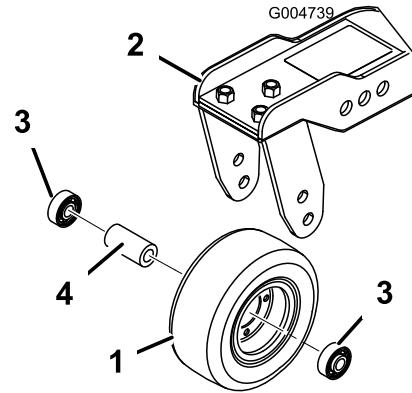
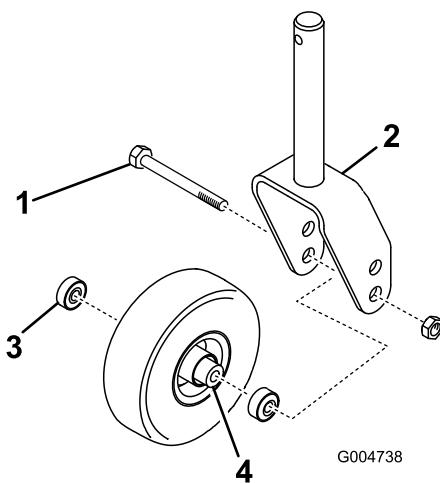

Figura 81
Figura 80
2. Togliete il cuscinetto dal mozzo della ruota e lasciate cadere il distanziale del cuscinetto (Figura 80 e Figura 81).
1. Togliete il dado di bloccaggio dal bullone che fissa il gruppo ruota orientabile alla forcella (Figura 80) o al braccio di rotazione (Figura 81).